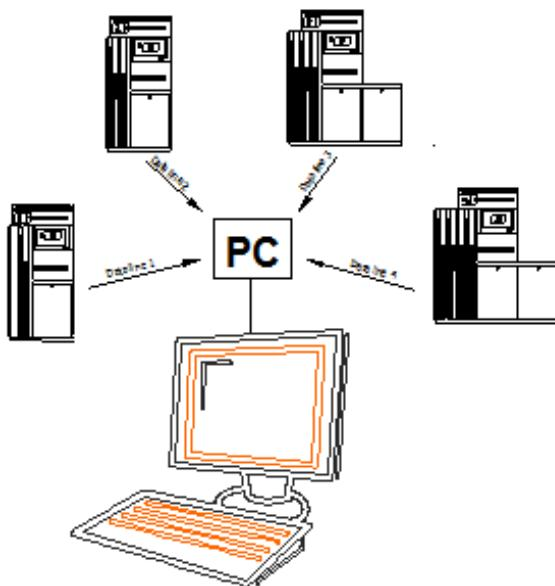

Рисунок 6. Пример подключения коммуникационной линии
**Коммуникационная (управляющая) линия** служит для дистанционного управления ГРК из операторской в автоматическом режиме. Управление ТРК от компьютера осуществляется по отдельному кабелю марки МКЭШ 3 x 0,5 (0,75). Кабель управления прокладывается радиально от места установки управляющего компьютера (пульта, контроллера) в операторской в коммуникационную распределительную коробку каждой ГРК в отдельном канале из металлических труб диаметром 50 мм (рис. 6).